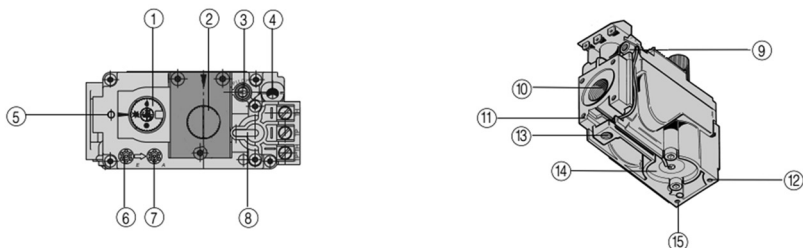

Рис. 5.
**В котлах серии «Премиум» применяется газогорелочное устройство на основе итальянской автоматики «820 Nova» и инжекционной горелки «Polidogo» (см. рис. 5). Модели Премиум 70, Премиум 80, Премиум 90, Премиум 100 имеют две автоматики, поэтому при запуске данных котлов пункты 7.1-7.7. следует повторить для каждой автоматики. ВНИМАНИЕ!**